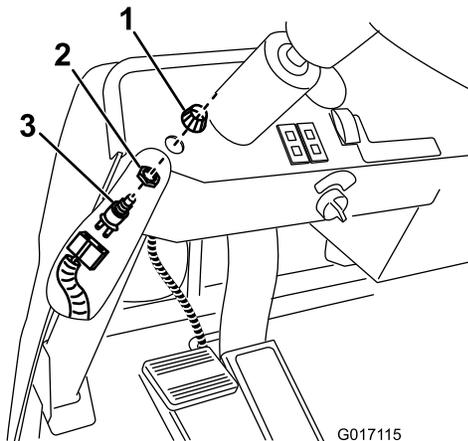

Figura 3
3. Inserite il dado esagonale piatto più grande sulle filettature esposte del corpo dell'interruttore (Figura 3).
5. Collegate il connettore piatto dell'avvisatore acustico a doppia scanalatura all'avvisatore acustico (Figura 3).
6. Spostate il gruppo interruttore sotto il cruscotto e spingetelo nel foro (Figura 3).
7. Avvitare il dado frontale dell'avvisatore acustico nelle filettature dell'interruttore per fissare il gruppo al cruscotto (Figura 3).